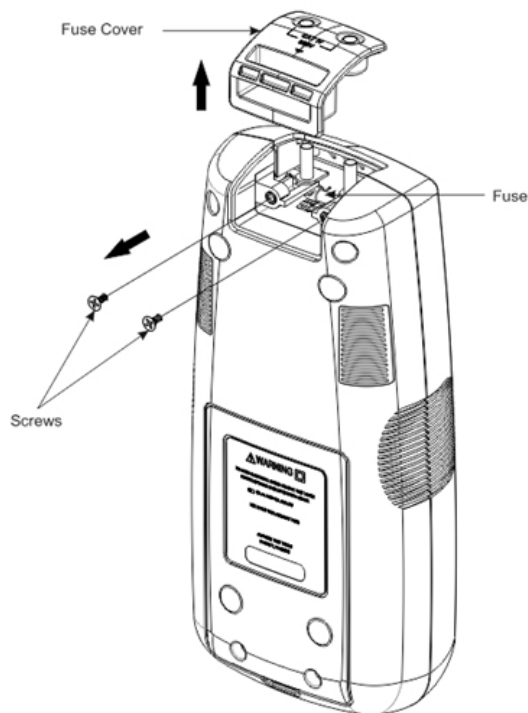

Figure 5.4 : Remplacement du fusible du transmetteur
4. Retirez le couvercle du fusible en le tirant vers le haut comme indiqué dans la figure 5.4.